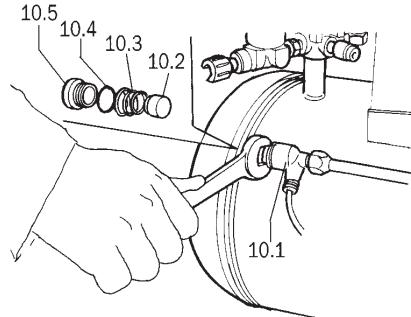

fig. 10
Malfunzionamento della valvola di sfato del pressostato (*fig. 10*)
10.1 (*fig. 10*)